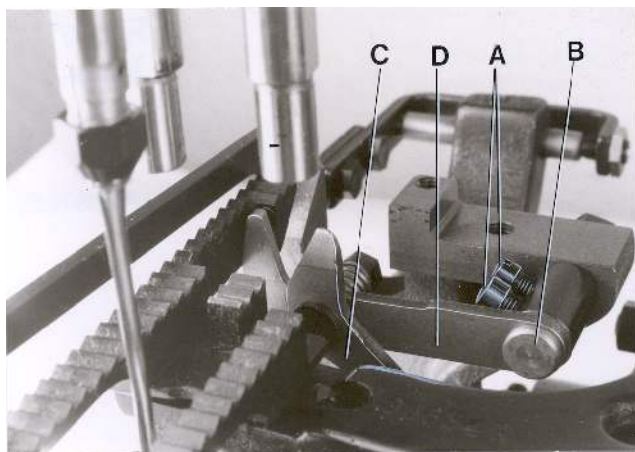

Fig. 18
Remove presser foot, throat plate and cloth plate. Swing-off the end cover. Turn pulley until the feed dog is in its extreme front position. Loosen screws (A, Fig. 18) and pull the chain cutter with stud (B) to the front and take it out of the machine.
Assemble the new chain cutter. Insert the hole on knife pilot (C, Fig. 18) down on the pin in the knee lever. Insert stud (B) in the hole on knife pilot (D) and tighten screws (A) on the flat of the stud. Check if the cutting edges overlap approx. 0.3 mm (.012").
Entfernen Sie den Drückerfuß, Stichplatte und Stoffplatte. Klappen Sie das Abschlußblech weg. Drehen Sie an der Riemenscheibe, bis der Transporteur in seiner vordersten Stellung ist. Lösen Sie die Schrauben (A, Fig. 18), ziehen Sie die Kettenschere mit dem Bolzen (B) nach vorne und nehmen Sie sie nach oben aus der Maschine.
Montieren Sie die neue Schere. Hängen Sie die Bohrung im Messerschenschenkel (C, Fig. 18) unten am Stift im Messerhebel ein. Stecken Sie den Bolzen (B) durch die Bohrung am Messerschenschenkel (D) und ziehen Sie die Schrauben (A) auf der Fläche des Bolzens an. Prüfen Sie ob die Messerschneiden der neuen Kettenschere etwa 0,3 mm überlappen.